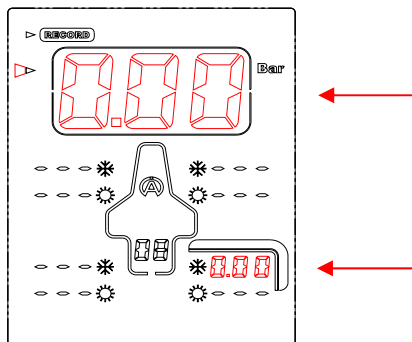

図 2
- 2) ボタン  と  を使い《 FACE 》を選択 (図 2)
例 (図 2)は、記録可能状態、《 08 》セット目の走行前 \*冷間時、右リアタイヤの測定前